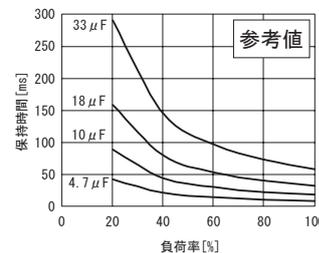
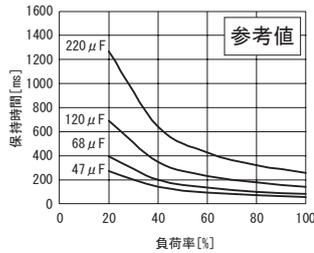

図2.1 TUHS3F保持時間 (AC100V)
図2.10 TUHS25F保持時間 (AC200V)
■入力電圧を平滑するために+BCと-BC間に、平滑コンデンサCbcを接続ください。推奨容量を表2.2に、負荷率と保持時間の関係を図2.1~図2.10に示します。